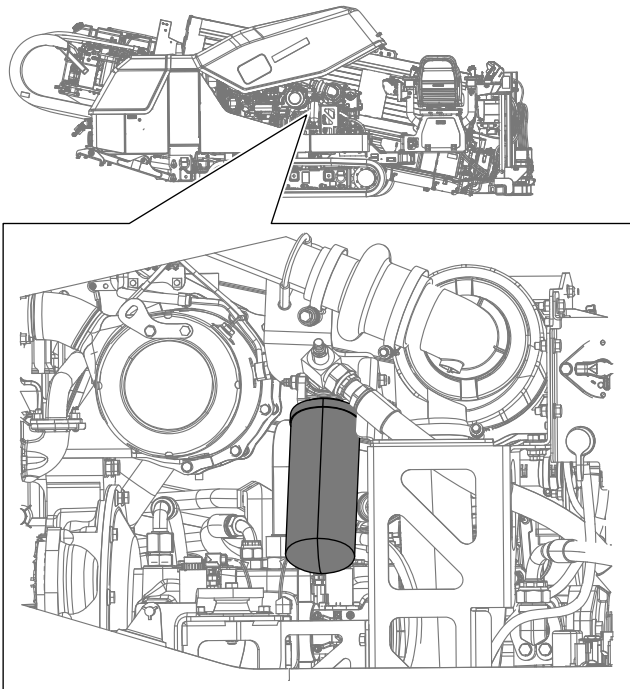

Figura 114
4. Utilice una llave para filtros para retirar el filtro hidráulico de carga (Figura 114).